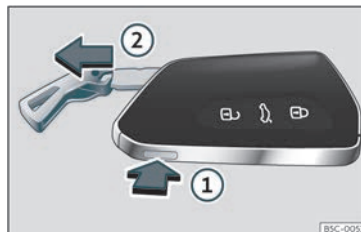

Fig. 67 Chave do veículo: retirar o palhetão.
- Se pressionar o botão»» Fig. 67 ① uma vez o palhetão desbloqueia-se e aparece uma argola em forma de porta-chaves.
- Mantenha o botão ① pressionado e, simultaneamente, puxe a argola na direção da seta»» Fig. 67 ② para retirar totalmente o palhetão.